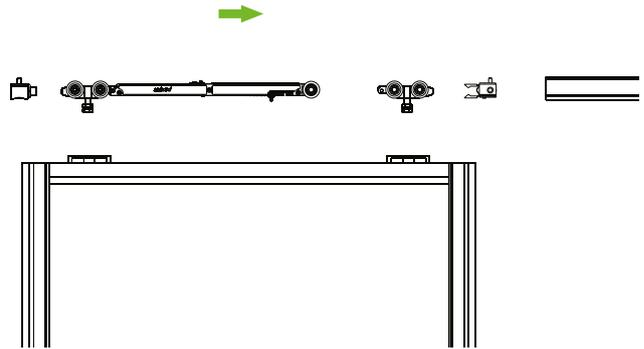

Рис.3
**3** Установите фурнитуру в верхнюю направляющую (рис. 3) и закрепите ее на стене или потолке. Навесьте и отрегулируйте положение двери (см. инструкцию по установке дверей).